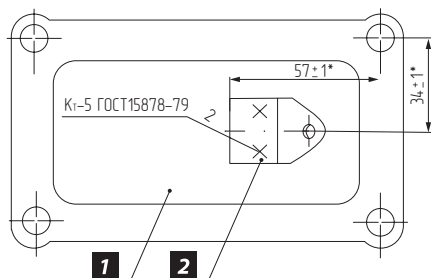

Рис. 17
5. Кронштейн натяжной пружины (из комплекта) приварите или закрепите болтами к крышке люка установки механизма, как показано на **Рис. 17**.